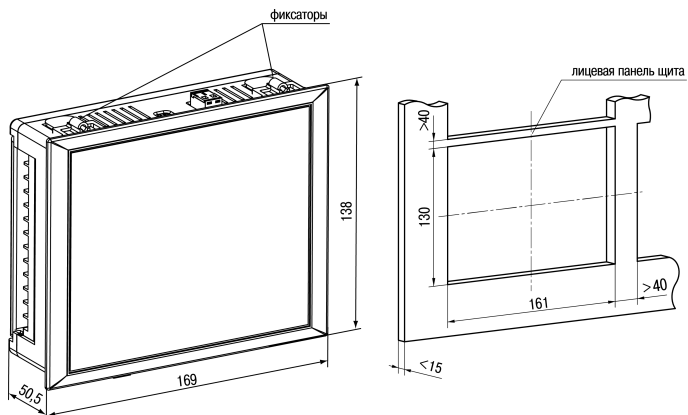

Рисунок 4.5 – Габаритные размеры корпуса Щ7
1. Подготовить на щите управления монтажный вырез для установки прибора (см. *рисунок 4.5*).